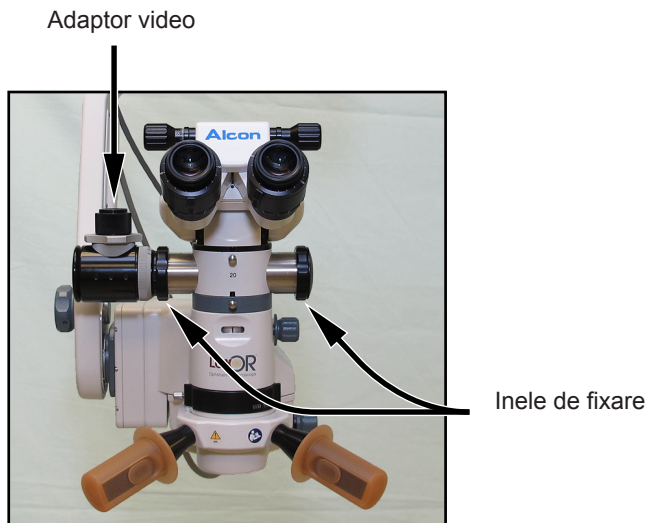

Figura 6-4 Instalarea Adaptorului Video
4. Demontați capacul portului de pe partea preferată a medicului a separatorului de fascicule prin deșurubarea inelului de fixare. Introduceți bine adaptorul video și strângeți cu inelul de fixare, (Figura 6-4).